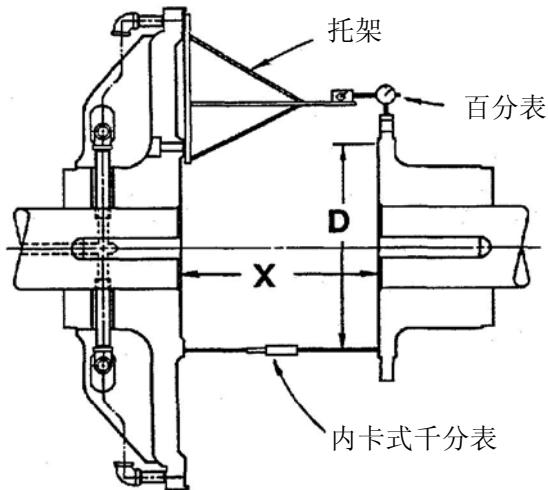

图 5
千分表读数在直径处 (图 5 中的 D)，每英寸直径不超过 0.0005 英寸 (每毫米直径不超过 0.0005 毫米)。
- 2.4.1 先设定基准，图 5 (或非标准应用相应的图) 所示的 “X” 距离确立。如果离合器安装在带有滑动轴承的轴上，在设定 “X” 尺寸时，需保证轴处于轴承中心。正确的 “X” 尺寸见表 2。
表 2 “X” 尺寸 (图 5)
2.4.2 安置一个刚性托架来支撑百分表，将其固定在法兰上，见图 5。